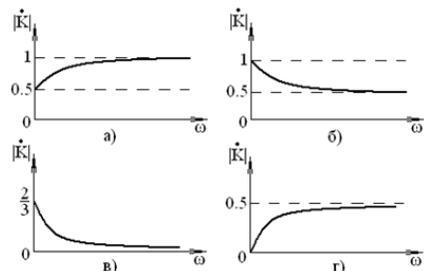

Рис.7.2
- 8) для каждой АЧХ, изображенной на рис. 7.2, постройте по две схемы;